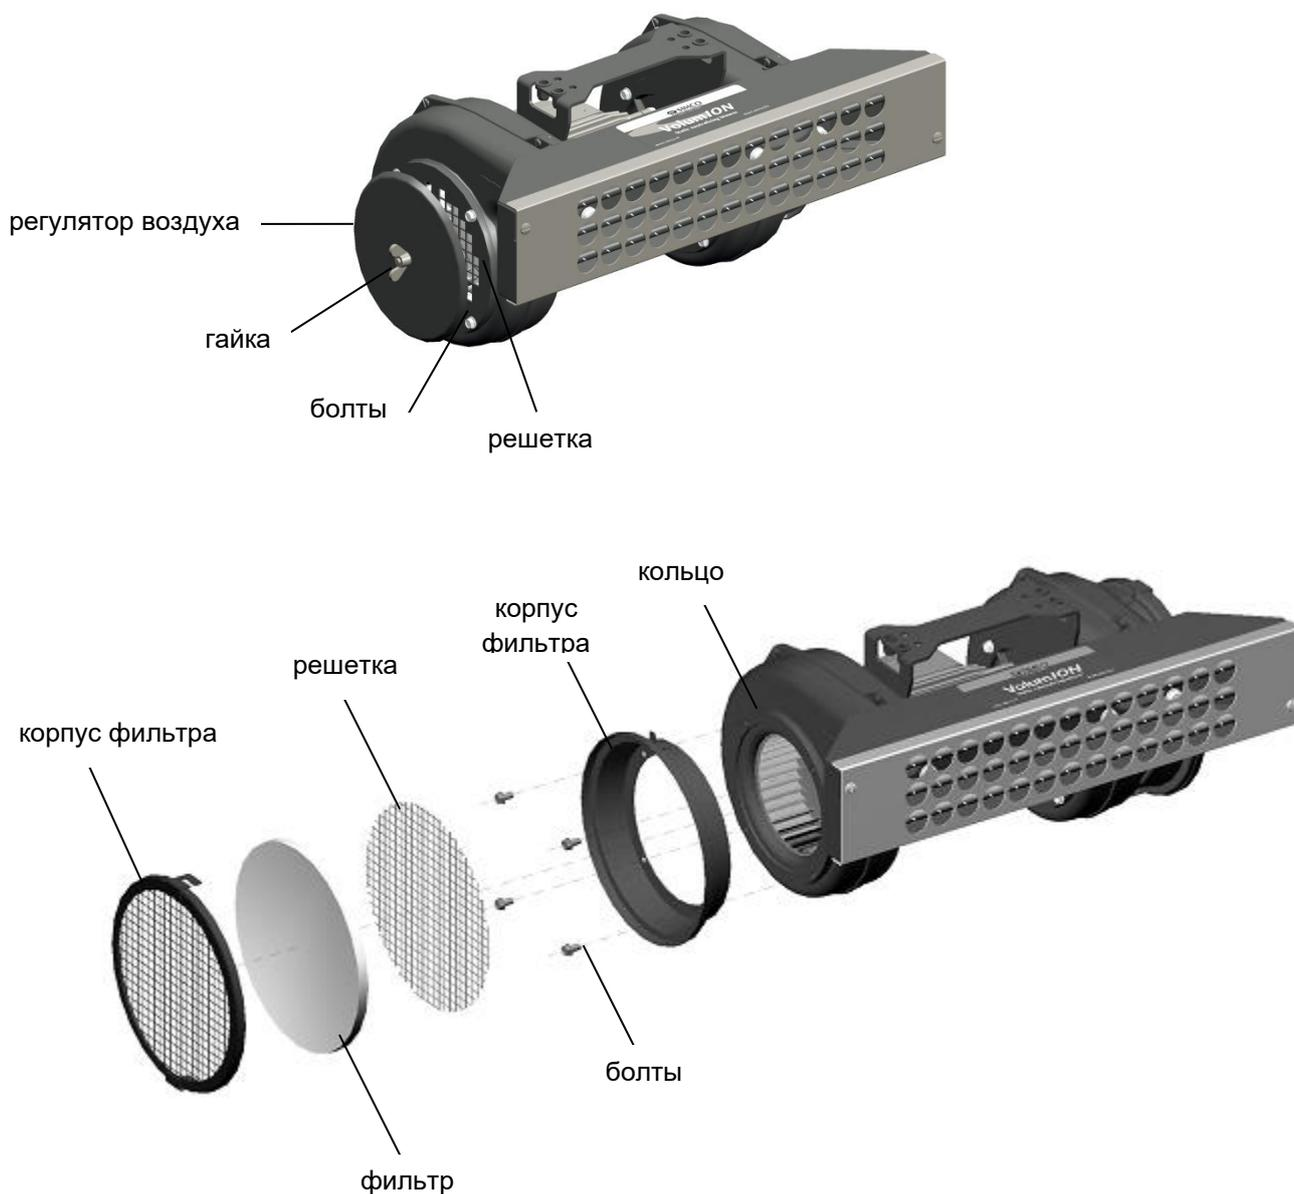

Рис.7: Установка воздушный фильтров
- на четверть поверните болты на передней панели вправо, таким образом Вы закроете панель. Передняя панель должна быть установлена таким образом, чтобы иглы были по центру отверстия панели. См. рис. 7